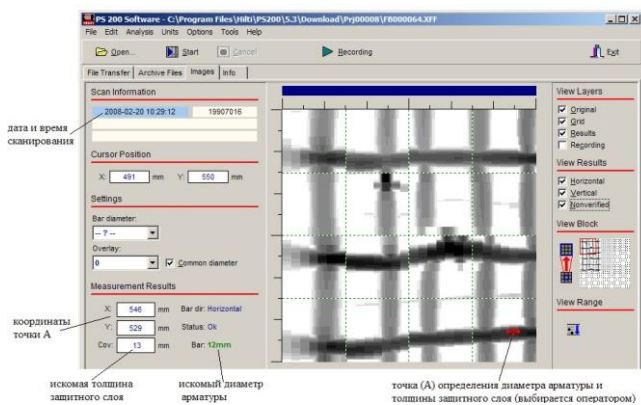

Рис. 25. Определение диаметра поперечной арматуры в колонне
- Окно программы обработки результатов сканирования прибором ФерросканPS200 (определение диаметра поперечной арматуры в конструкции) – рис. 25;